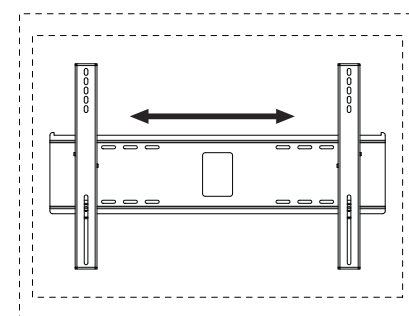

fig 7.2
**Réglage de l'écran :** L'écran peut être réglé horizontalement en desserrant la vis de sécurité de trois tours complets à l'aide d'une clé hexagonale (**L**). Réglez l'écran comme illustré à la figure 7.2. Serrez les vis de sécurité.